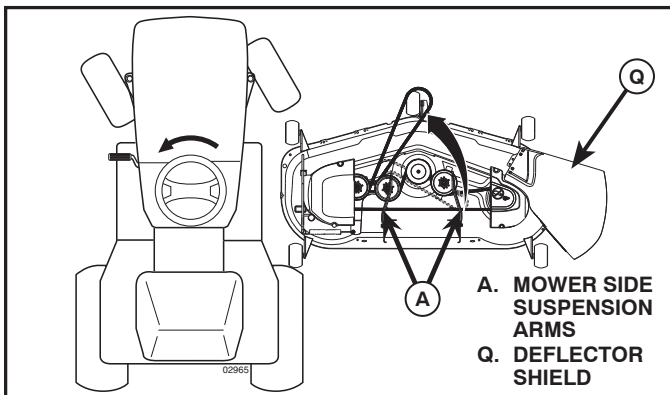

Fig. 27
4. SLIDE MOWER UNDER TRACTOR (See Fig. 27)